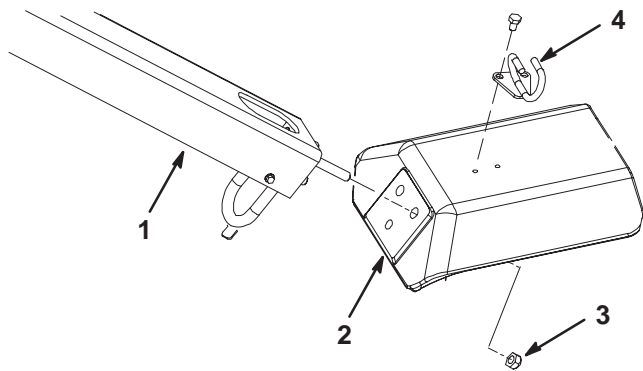

Figure 3
2. Insérez les goujons de fixation du timon dans les trous de la fourche (Fig. 3).
3. Fixez les goujons à la fourche avec (3) contre-écrous 1/2-20 (Fig. 3)
5. Montez le guide-câble en haut de la fourche avec (2) vis 5/16 x 1/2 pouce (Fig. 3).